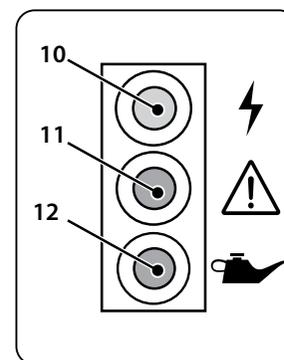

рис. 7
Индикатор переменного тока (10) (зеленый) (рис. 7) сигнализирует о включенном генераторе и нормальной его работе.
Индикатор перегрузки (11) (красный) (рис. 7) загорается, когда фиксируется перегрузка или возрастает выходное напряжение генератора.
Индикатор низкого уровня масла (12) (красный) (рис. 7) сигнализирует об уровне масла ниже допустимого. Когда уровень масла падает ниже минимального, двигатель автоматически останавливается, при этом выключатель двигателя остается в положении «ВКЛ». Двигатель не запустится, пока не будет добавлено необходимое количества масла.